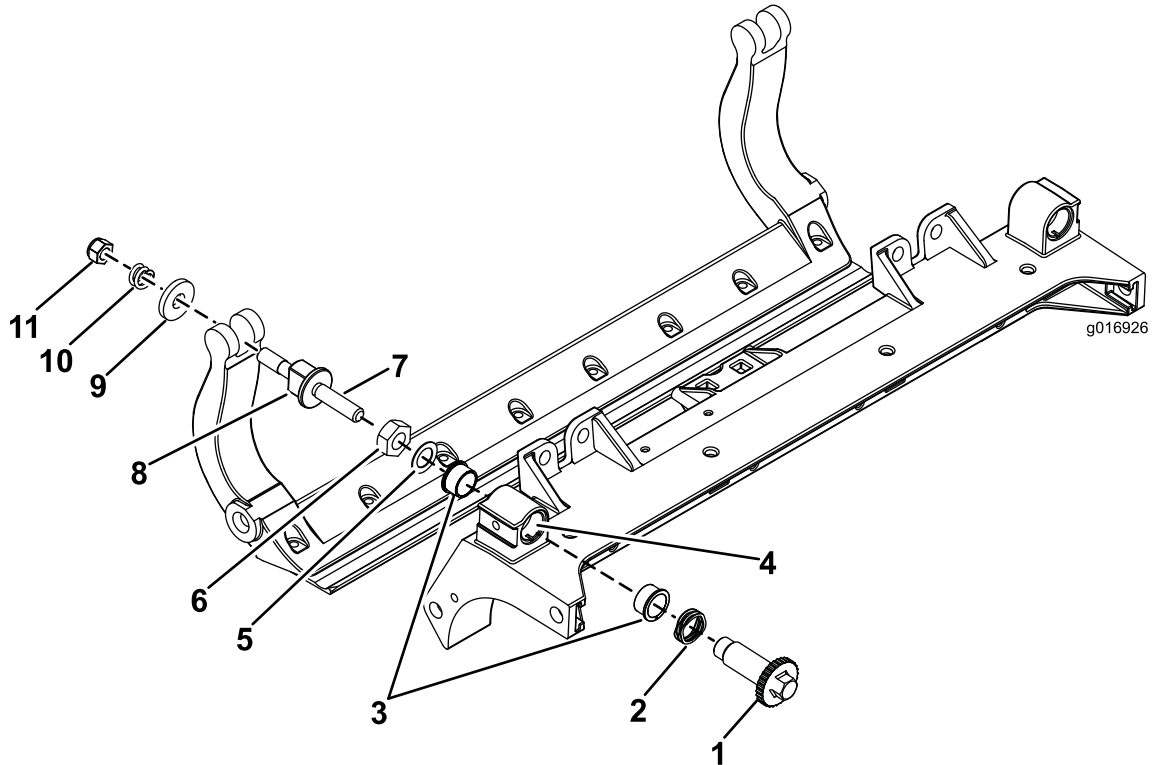

Figura 36
1. Rimuovete tutti i componenti (fate riferimento alle *Istruzioni per l'installazione* del kit DPA HD (Modello N. 120-7230) e a Figura 36).
2. Applicate del lubrificante antigrippaggio all'interno dell'elemento in cui vanno montate le boccole, sul telaio portante dell'apparato di taglio (Figura 36).
3. Allineate le chiavette sulle boccole flangiate alle scanalature sul telaio e montate le boccole (Figura 36).
4. Montate una rondella ondulata sull'albero del dispositivo di regolazione e inserite l'albero all'interno delle boccole flangiate sul telaio dell'apparato di taglio (Figura 36).
5. Fissate l'albero del dispositivo di regolazione con una rondella piana e un dado di bloccaggio (Figura 36). Serrate il dado di bloccaggio a una coppia di 20-27 N·m.
Nota: Collocate una rondella in nylon su ciascun lato della flangia di estremità della piastra laterale. Posizionate una rondella in acciaio all'esterno di ciascuna rondella in nylon (Figura 36).